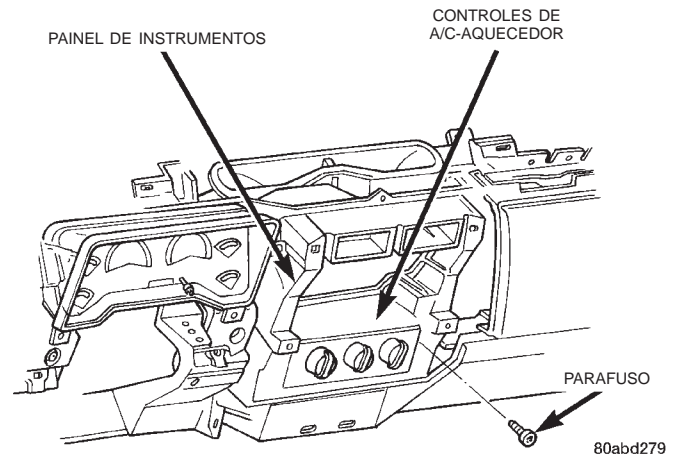

Fig. 41 Remoção/Instalação do Controle de A/C-Aquecedor
(1) Desconecte e isole o cabo negativo da bateria.
(2) Gire para baixo o porta-luvas do painel de instrumentos. Consulte “Porta-luvas” no Grupo 8E “Sistemas do Painel de Instrumentos” para obter mais informações sobre os procedimentos.
(3) Alcance a abertura do porta-luvas através do painel de instrumentos para ter acesso e soltar as duas metades do conector do chicote de vácuo do A/C-aquecedor.
(4) Retire o engaste central do painel de instrumentos. Consulte “Engaste Central do Painel de Instrumentos” no Grupo 8E “Sistemas do Painel de Instrumentos” para obter mais informações sobre os procedimentos.
(5) Libere o retentor de gaveta da chicote de vácuo do painel de instrumentos diretamente abaixo do controle de A/C-aquecedor.
(6) Retire os quatro parafusos que prendem o controle de A/C-aquecedor ao painel de instrumentos (Fig. 41).
(7) Puxe o conjunto controle de A/C-aquecedor do painel de instrumentos até uma distância suficiente para permitir o acesso às ajustagens na parte traseira do controle.